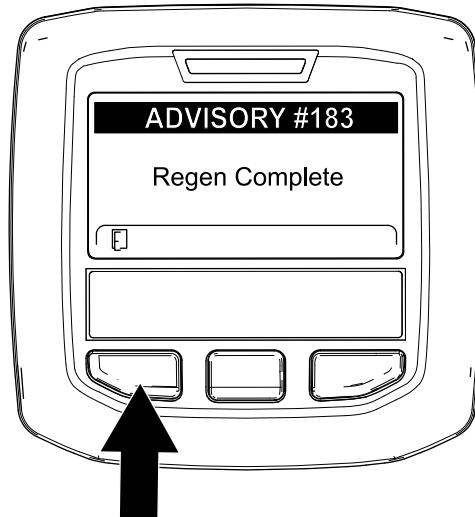

Figura 56
9. Cuando el ordenador del motor finaliza una regeneración con la máquina aparcada o una regeneración de recuperación, el InfoCenter muestra ADVISORY #183 (Aviso n.º 183) (Figura 56). Pulse el botón de la izquierda para salir a la pantalla de inicio.
**Nota:** Si la regeneración no se realiza correctamente, el InfoCenter muestra Advisory #184 (Aviso n.º 184) (Figura 56). Pulse el botón de la izquierda para salir a la pantalla de inicio.